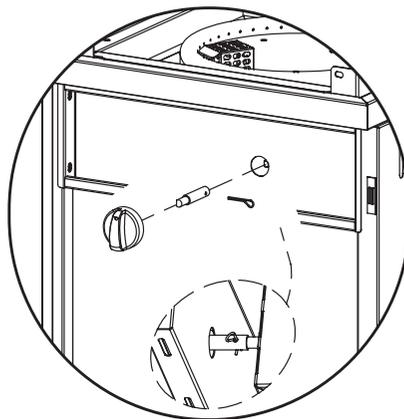

Рис. 12.
9. Вставьте удлинительный стержень клапана в шток клапана через круглое отверстие панели управления, затем вставьте ручку в удлинительный стержень и вдавите ее внутрь. Затем вставьте шплинт в отверстие для защиты от падения удлинительного стержня, соединенного со штоком клапана изнутри, и отогните шплинт (рис. 12).